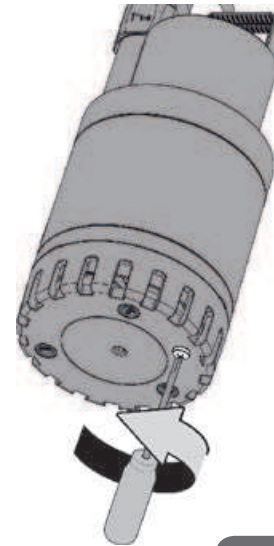

Bild 9
- Bei Modellen deren Filter mit einer Schraube befestigt ist, ist diese aufzuschrauben (Abb.9).
- Bei den Modellen mit Befestigungsschraube am Filter, ist diese aufzuschrauben (Abb.9).